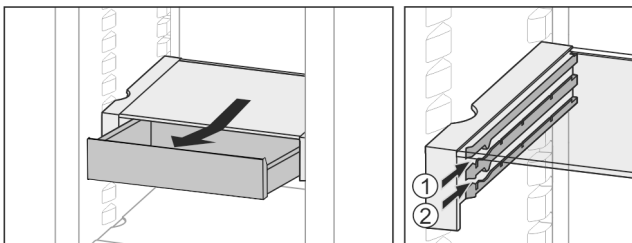

Fig. 31
- ▶ In beliebiger Höhe Fig. 31 (1) oder Fig. 31 (2) einschieben.